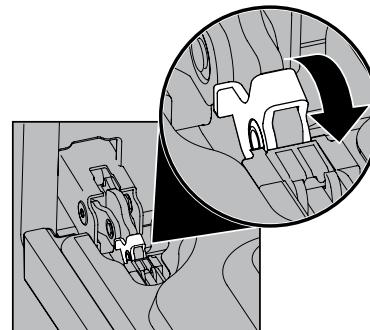

Figure 28: Bisagra de la puerta bloqueada
2. Levante el bloqueo que está ubicado en cada soporte de la bisagra hacia la parte delantera del horno hasta que el bloqueo se detenga. Es posible que deba aplicar algo de presión hacia arriba en el bloqueo para tirarlo (Figure 28).
4. Empuje los seguros de las bisagras izquierda y derecha hacia arriba y hacia el interior del marco del horno a su posición bloqueada (Figure 28).